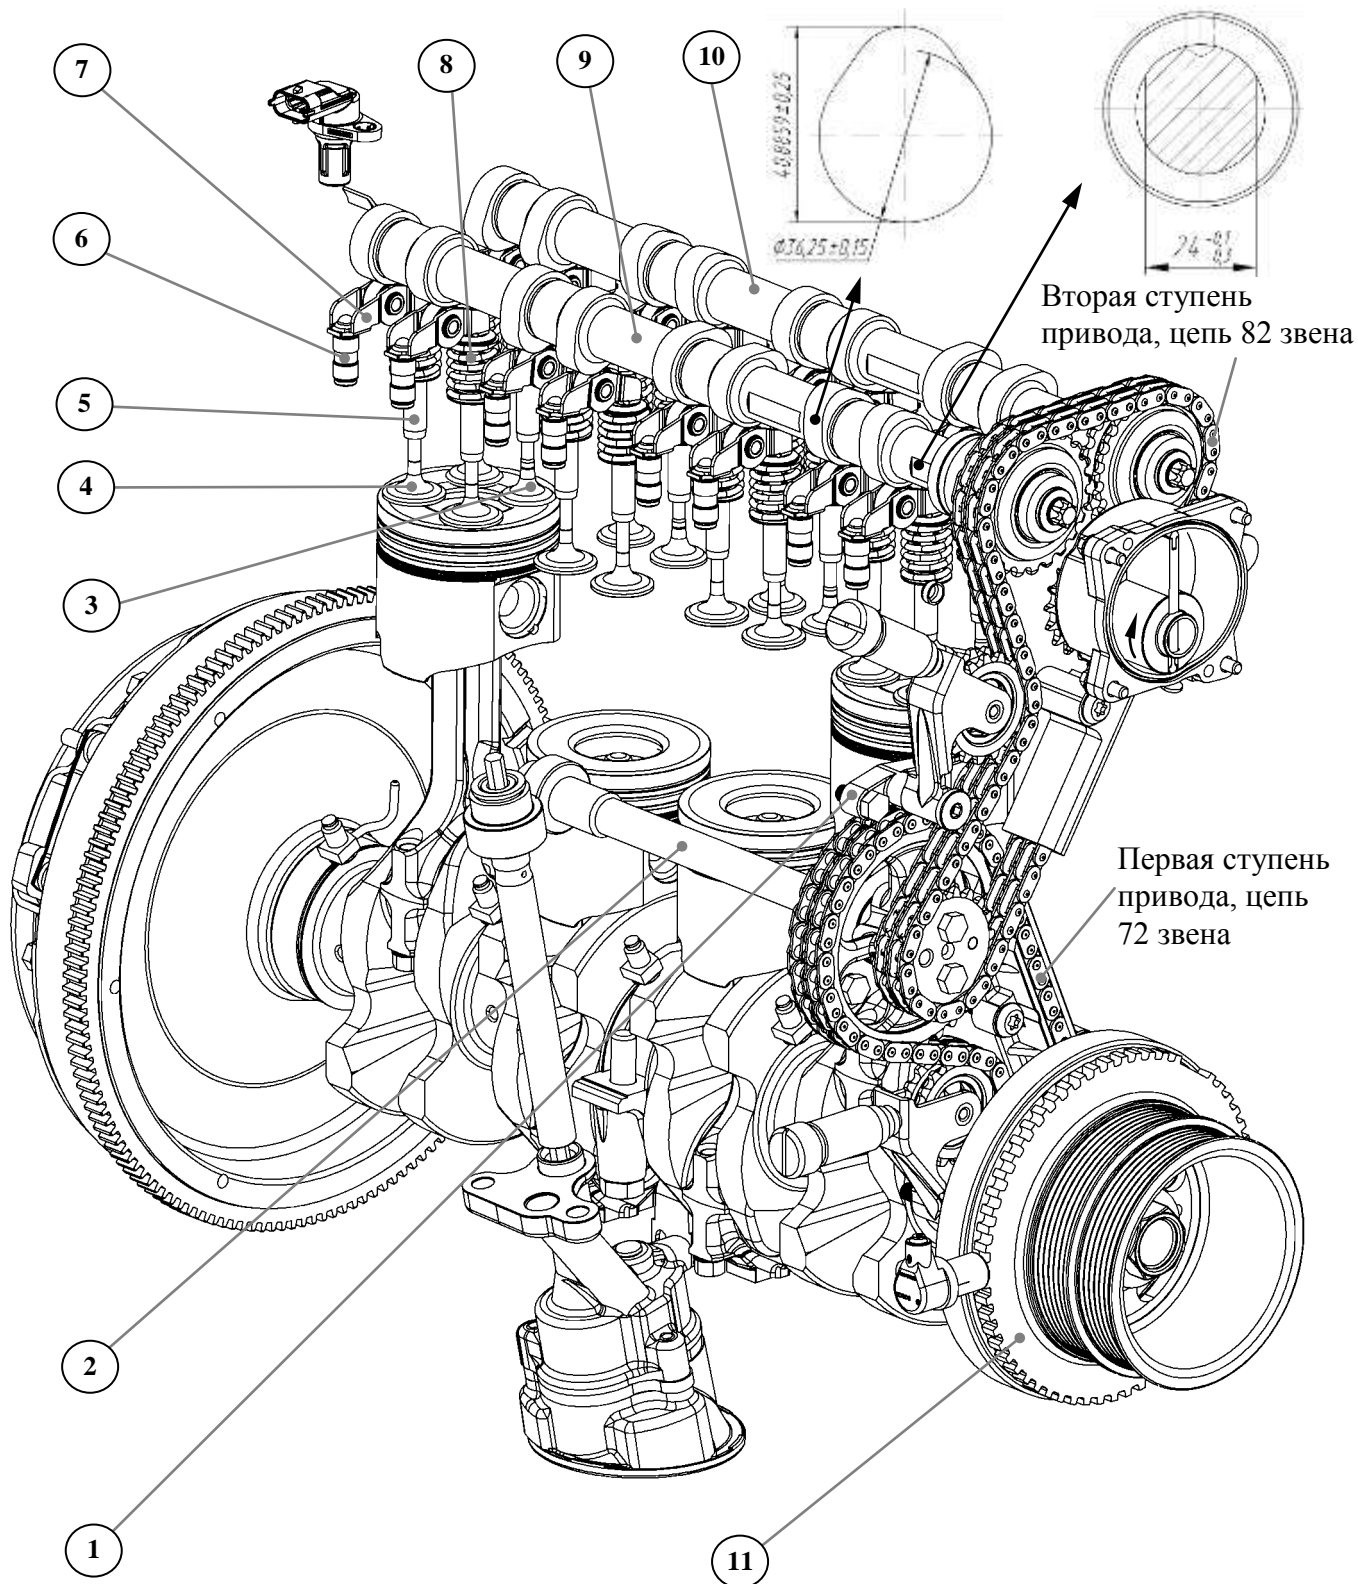
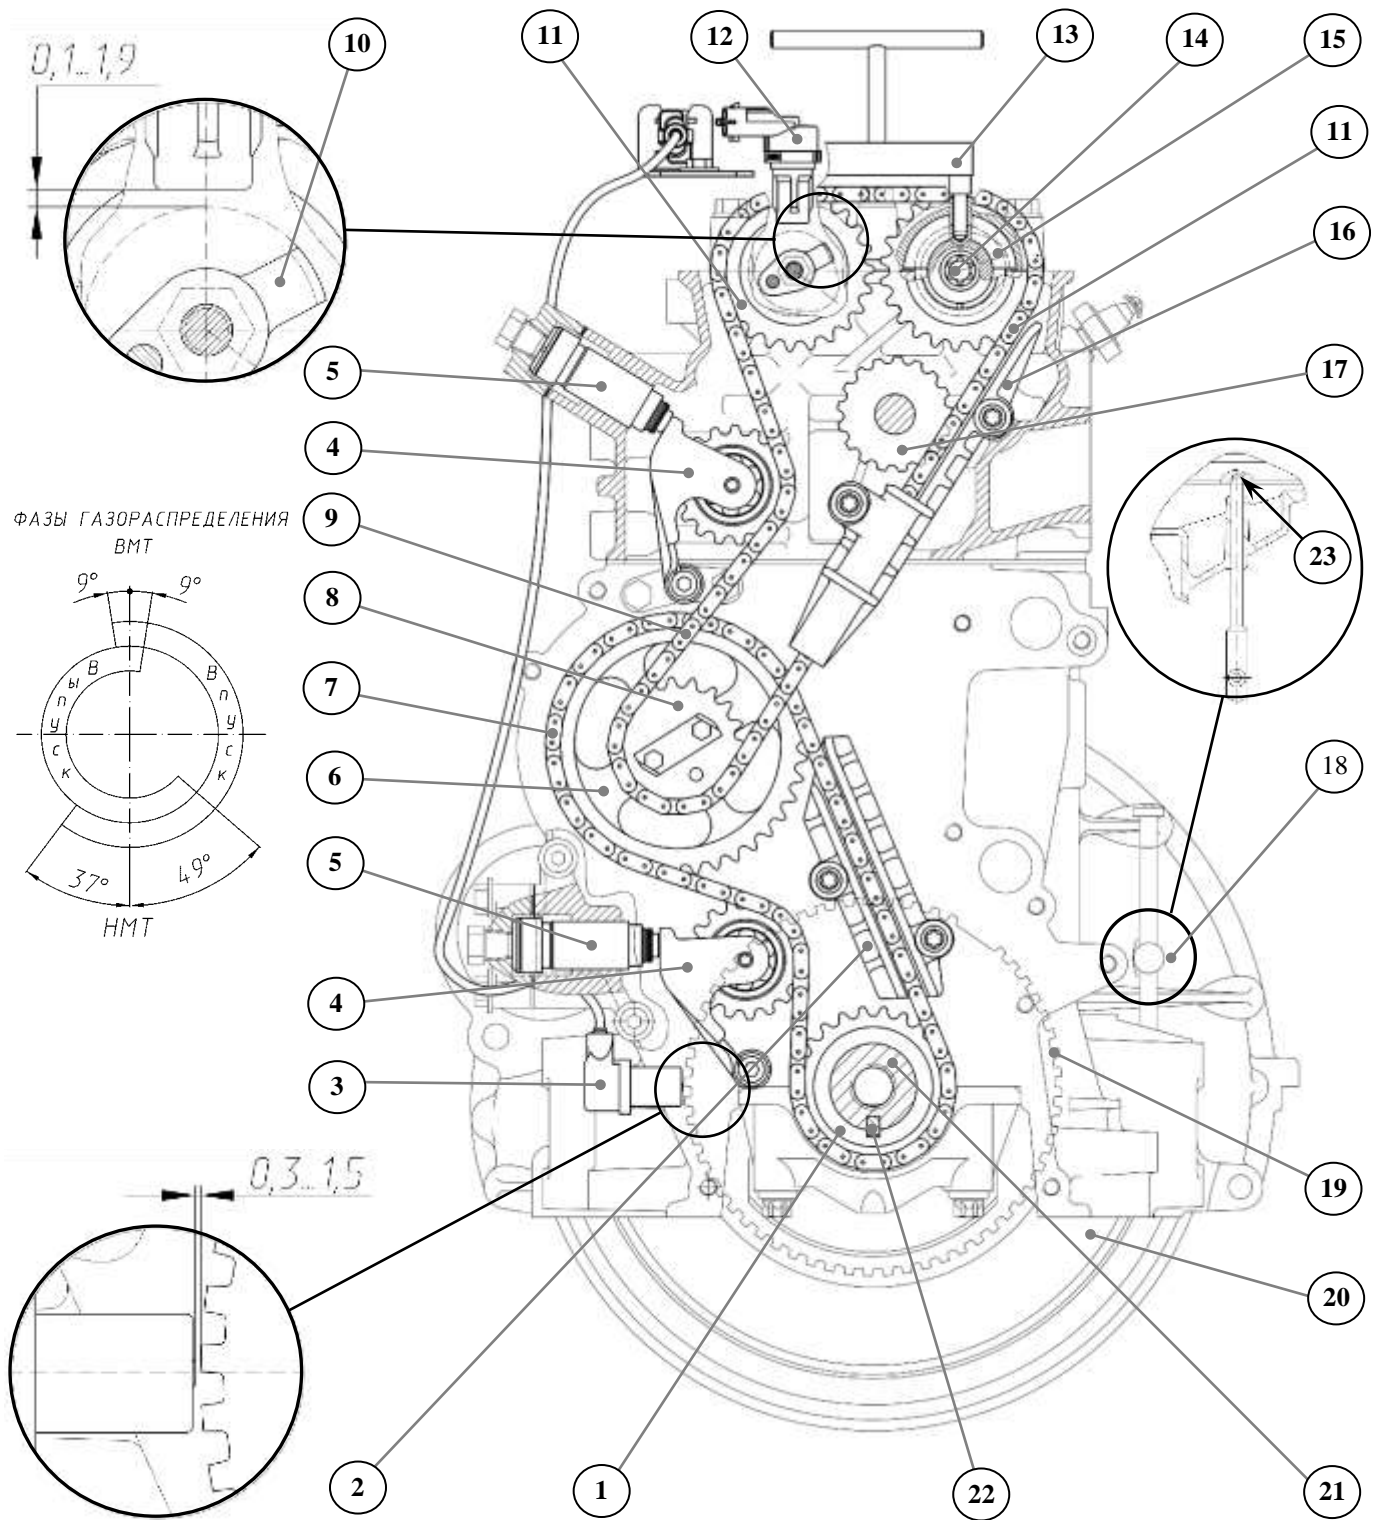

Рис. 21. Общий вид привода газораспределительного механизма (распределительных валов)
Рис. 22. Привод распределительных валов:
**Привод распределительных валов** (рис. 21 и рис. 22) – цепной, двухступенчатый. Привод включает в себя: звездочку 1 коленчатого вала (23 зуба), ведомую 6 (38 зубьев) и ведущую 8 (19 зубьев) звездочки промежуточного вала, звездочки 11 распределительных валов (23 зуба), две цепи 7 и 9 (72 звена - нижняя и 82 звена - верхняя), гидронатяжители 5, рычаги натяжных устройств 4 со звездочками, успокоители цепей 2 и 16.
Двигатель имеет два распределительных вала 9 и 10 (рис. 21) для привода впускных и выпускных клапанов. Кулачки впускного и выпускного распределительных валов имеют разный профиль. Для отличия валов на их задних торцах выбита маркировка: впускной – «ВП», выпускной – «ВЫП».